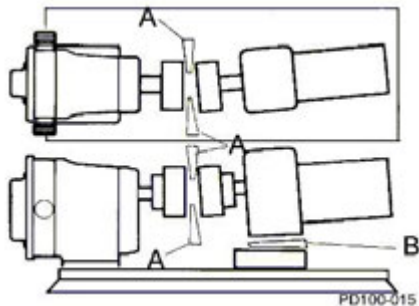

Abb.19 Winkelversatz prüfen
1. Kontrollieren Sie mithilfe von Fühlerlehren oder Kegellehren (Abb. 19, Pos. A und B) die Ausrichtung an vier Punkten in Abständen von 90 Grad um die Kupplung herum und justieren Sie so lange, bis Sie an allen Punkten die gleichen Werte messen.